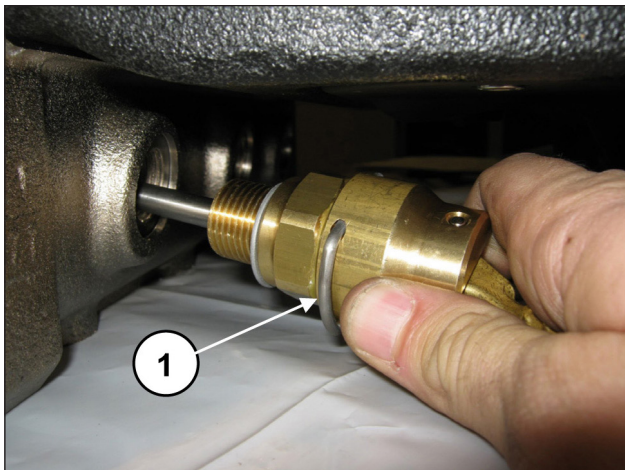
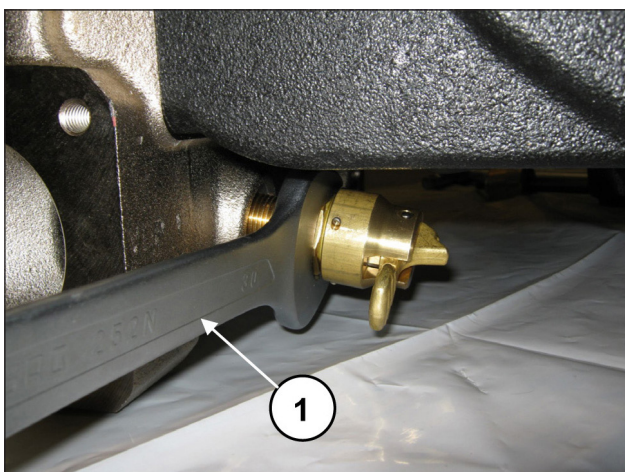

Fig. 170
Fig. 171
Ajustar los tornillos M18x65 y M16x45 de las tapas de aspiración y envío con la llave dinamométrica como se indica en el capítulo 3 CALIBRACIÓN DE AJUSTE DE LOS TORNILLOS. Aplicar los dispositivos de apertura de las válvulas (pos. ①, Fig. 170) y apretarlos con la llave de 30 mm (pos. ①, Fig. 171).